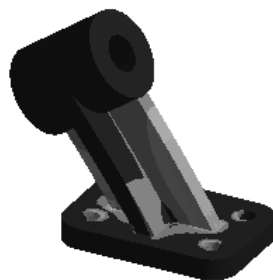

图 7.2.7 应力结果图解
(3) 查看应力结果图解。单击  按钮，系统开始进行计算。在“Outline”窗口中选中  **Equivalent Stress**，查看图 7.2.7 所示的应力结果图解，其最小应力为 0.0056871 MPa，其最大应力为 16.742 MPa。